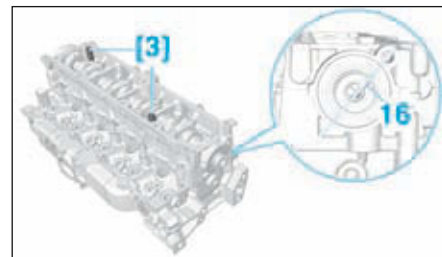

FIG.80
- Placer l'encoche (16) vers le haut (Fig.80).